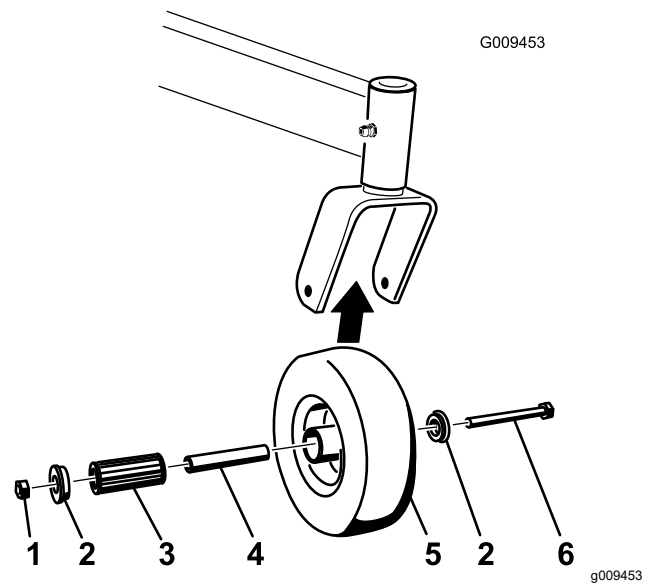

Figura 60
1. Retire la contratuerca y el perno que sujetan la rueda giratoria a la horquilla (Figura 60).
2. Retire un solo casquillo y tire del casquillo intermedio y del cojinete de rodillos para sacarlos del cubo de la rueda (Figura 60).
3. Retire el otro casquillo del cubo de la rueda y limpie la grasa y la suciedad del cubo de la rueda (Figura 60).
Nota: Repare o cambie cualquier pieza dañada o desgastada (Figura 60).
5. Coloque un casquillo en el cubo de la rueda (Figura 60).
6. Engrase el cojinete de rodillos y el casquillo intermedio y deslícelos en el cubo de la rueda (Figura 60).
7. Coloque el segundo casquillo en el cubo de la rueda (Figura 60).
8. Instale la rueda giratoria en la horquilla y fíjela con el perno y la contratuerca (Figura 60).
9. Apriete la contratuerca hasta que el casquillo intermedio se apoye contra el interior de las horquillas de las ruedas giratorias (Figura 60).